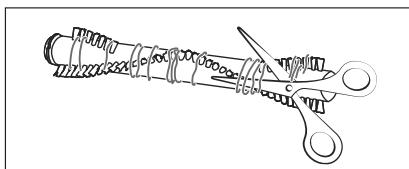

Abb. 31
- 4) Schneiden Sie Fäden und Haare entlang der Borsten der Bürstenrolle ②1 mit einer Schere durch (siehe Abb. 31). Entfernen Sie Fäden und Haare von der Bürstenrolle ②1.